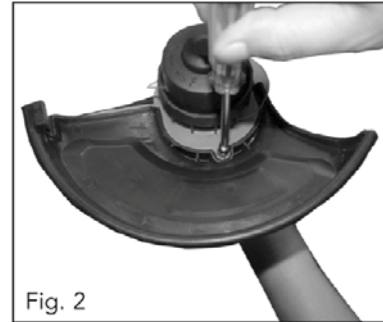

Fig. 2
2. Dopasuj wypustki mocujące osłonę (9) do dwóch rowków na obudowie silnika.
3. Dokręć osłonę dwoma dołączonymi wkrętami krzyżowymi (rys. 2).